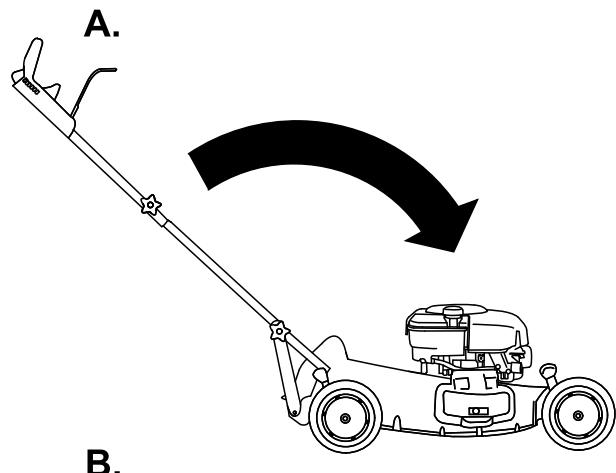

**Bild 42**
1. Nehmen Sie die Handräder am unteren Griff ab und nehmen Sie die Halterungen an beiden Seiten von dem unteren Ende des Griffes ab (Bild 42).